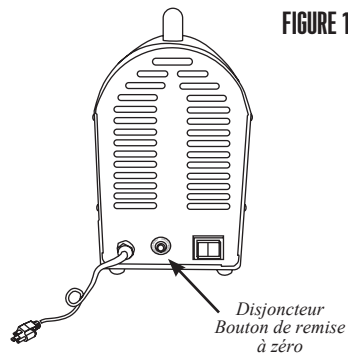

FIGURE 13
3. Appuyer sur le bouton de remise à zéro du disjoncteur (FIGURE 13).